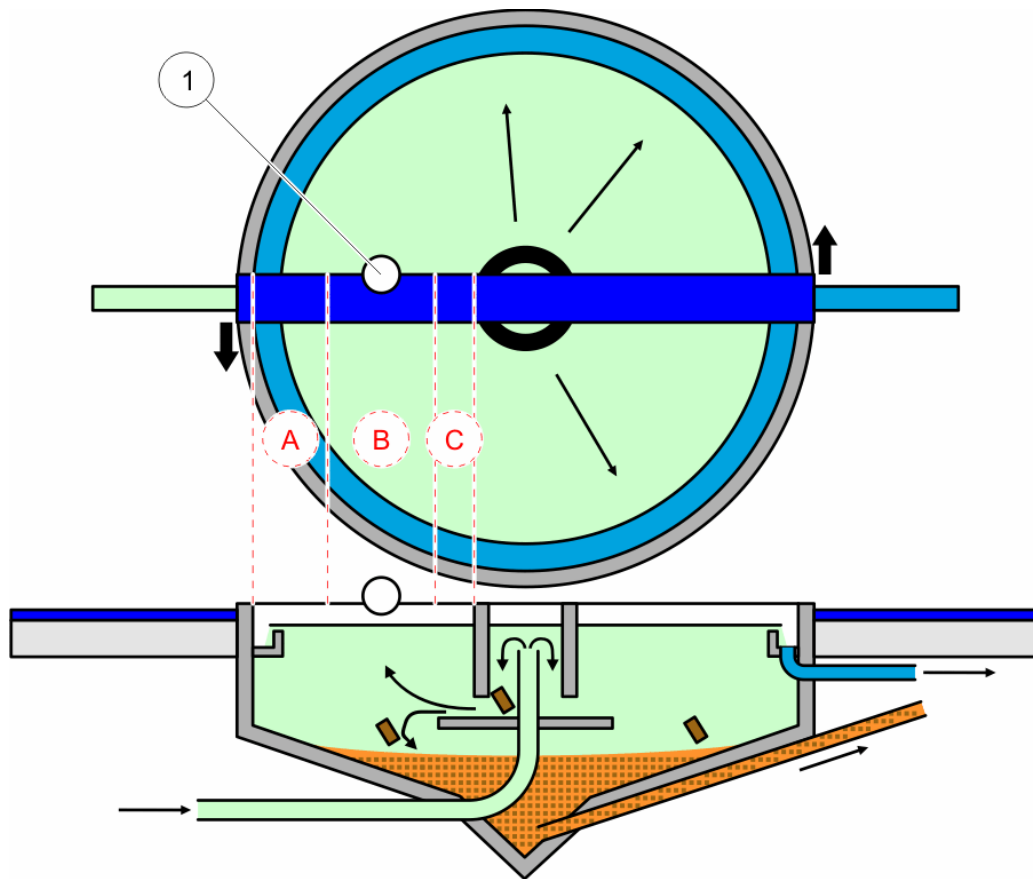
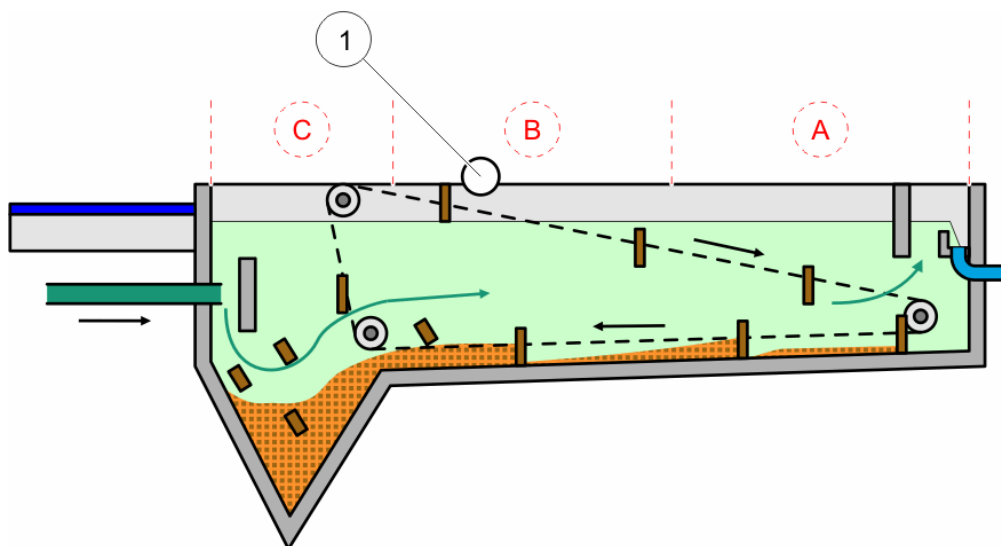

Рисунок 7 Круглый резервуар
Рисунок 8 Прямоугольный резервуар
Подходящее место для установки датчика определяется в зависимости от формы резервуара. На нижеследующих рисунках показаны примеры обычного расположения для круглого и прямоугольного резервуаров. Точка (1) в Рисунок 7 и Рисунок 8 подходит для выполнения измерений.
Примечание: *Примечания по установке: В круглых резервуарах с перемычкой для вращающегося скребка датчик следует устанавливать по направлению вращения на задней части перемычки (Рисунок 7).*